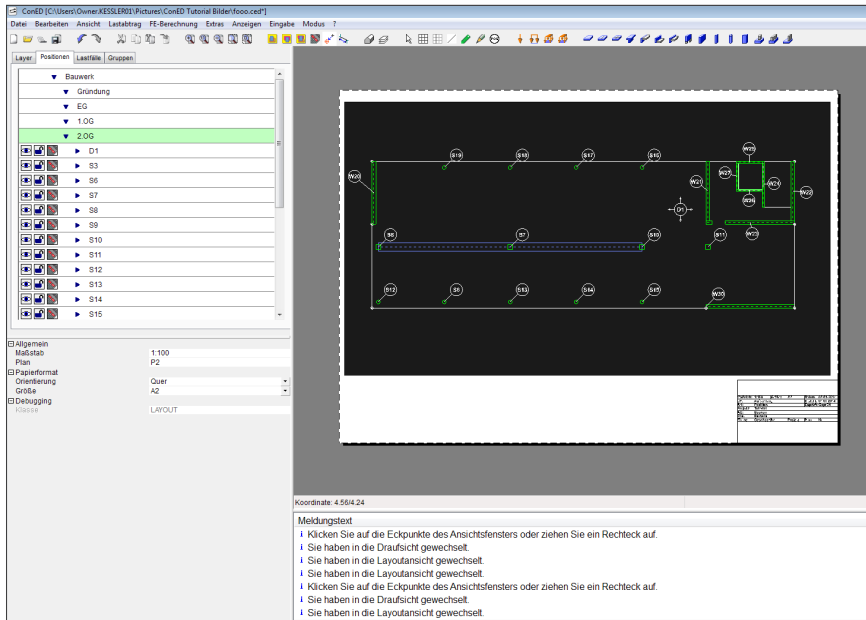

Bild 28: Positionsplan EG
- Bild 28: Positionsplan EG | **27**